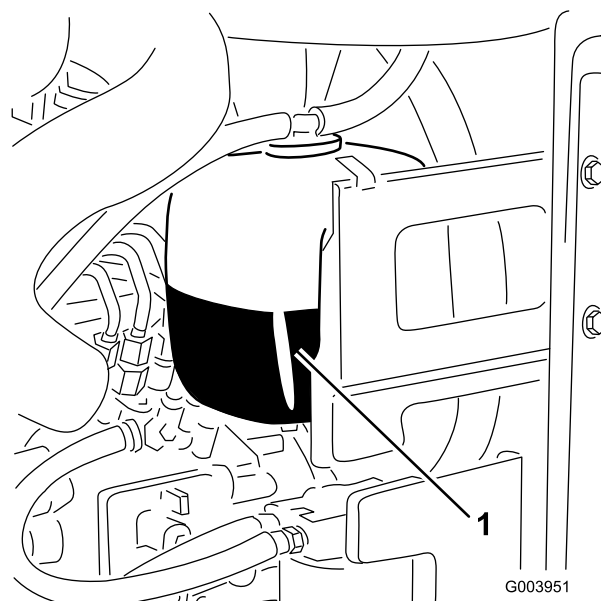

Figura 59
1. Verifique o nível de líquido de arrefecimento do depósito secundário (Figura 59).